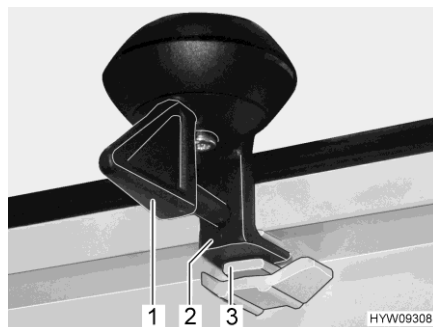

Fig. 52 Verrouillage (position de ventilation)
- Tourner le levier (Fig. 52,1) d'un quart de tour. Le dispositif de verrouillage (Fig. 52,2) doit pénétrer dans le logement supérieur (Fig. 52,3).